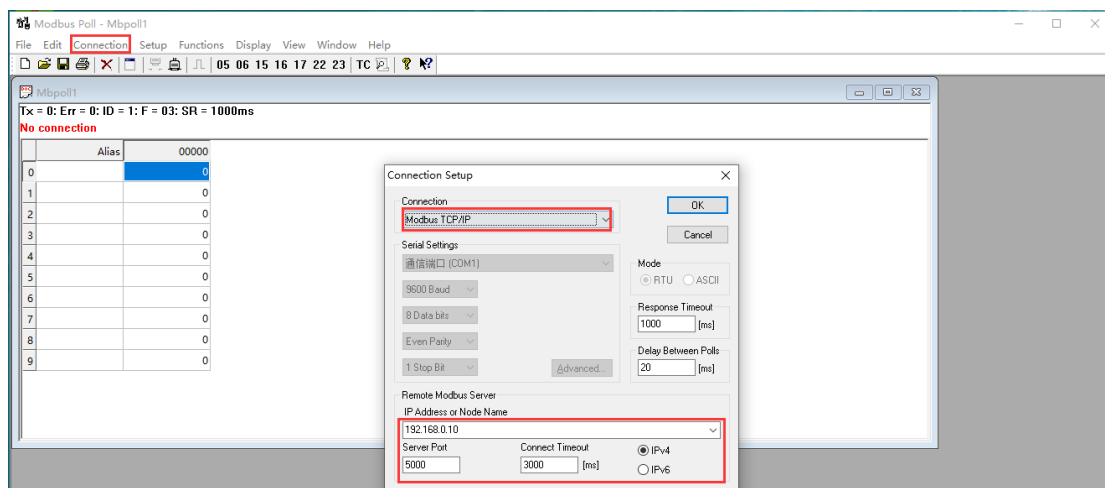

图 12-9 MODBUS_TCP 主机参数设置
(3) 点击“Connection”，创建连接，MODBUS_TCP 端设置参数如图 12-9 所示。